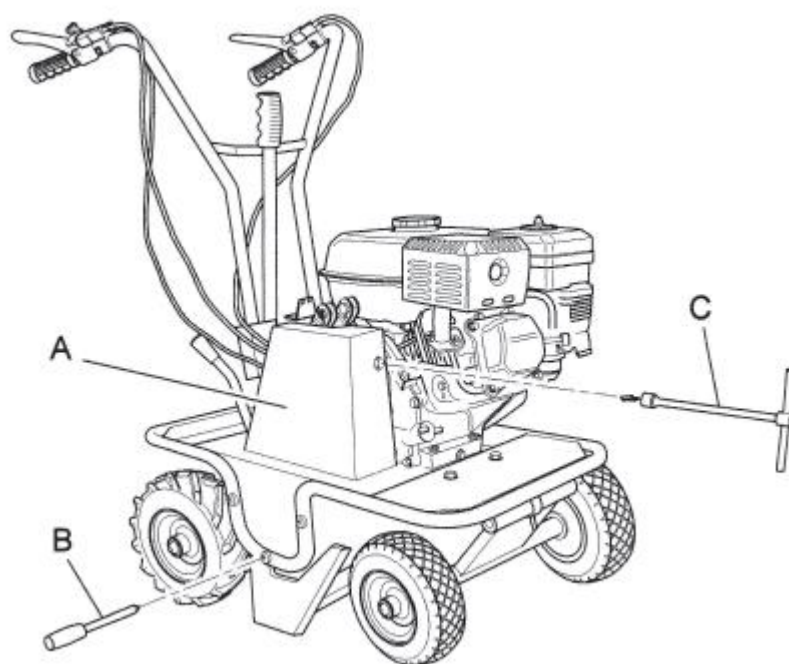

Рисунок 6
- удалите металлический предохранитель (рис. 6, поз. А), отвинчивая и вынимая винты, изображенные на рисунке 6, поз. В и С.